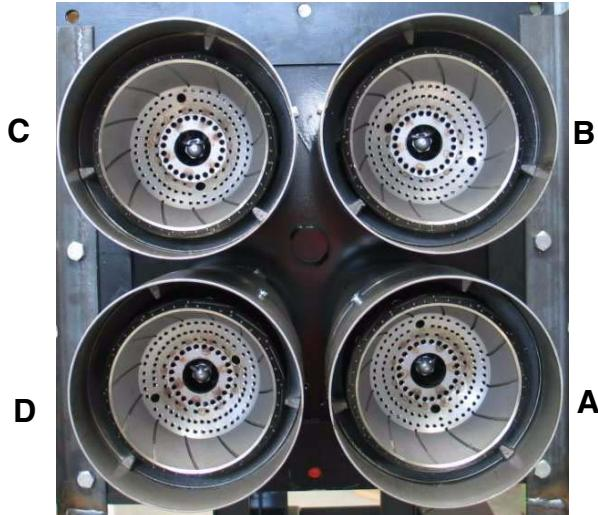

Рис. 31
- Проверить и аккуратно почистить фотоэлемент UV улавливания пламени и, если необходимо, заменить его. В случае возникновения сомнения, проверить контрольный контур, после того, как горелка будет вновь запущена, согласно схеме на Рис. 31 - Рис. 32;
Голова сгорания состоит из четырех голов: одна из них оснащена фотоэлементом Siemens QRA, подсоединенном к электронному блоку контроля пламени Siemens LFL (Рис. 31-Рис. 32-А), в то время, как три оставшиеся головы оснащены фотоэлементами модели Krom-Schroeder UVS5, подсоединенными к улавливателям пламени Krom-Schroeder IFW15 (Рис. 31-Рис. 32-Б, С, Д).